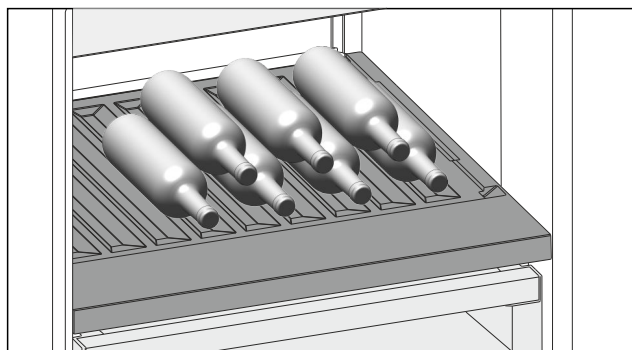

Fig. 97
- ▶ Láhve ukládejte dnem dozadu k zadní stěně. (viz Fig. 97)